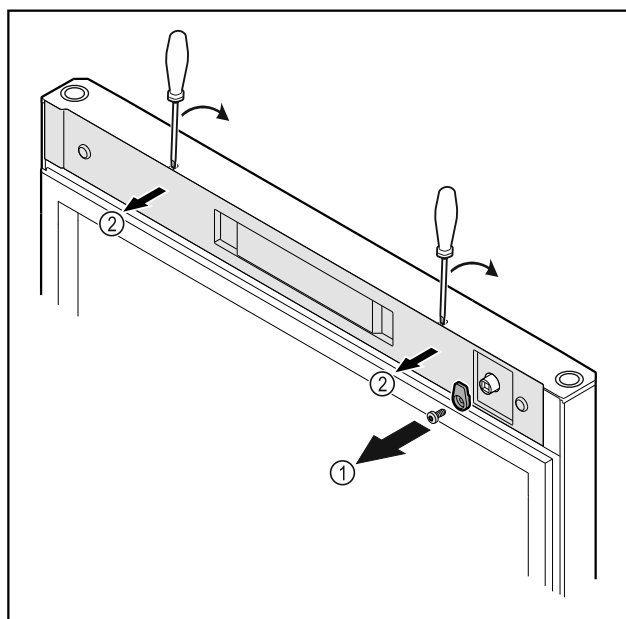

Fig. 52
- ▶ Desatornillar el gancho de cierre Fig. 52 (1).
- ▶ Desencajar la cubierta Fig. 52 (2) con un destornillador pequeño y retirarla.